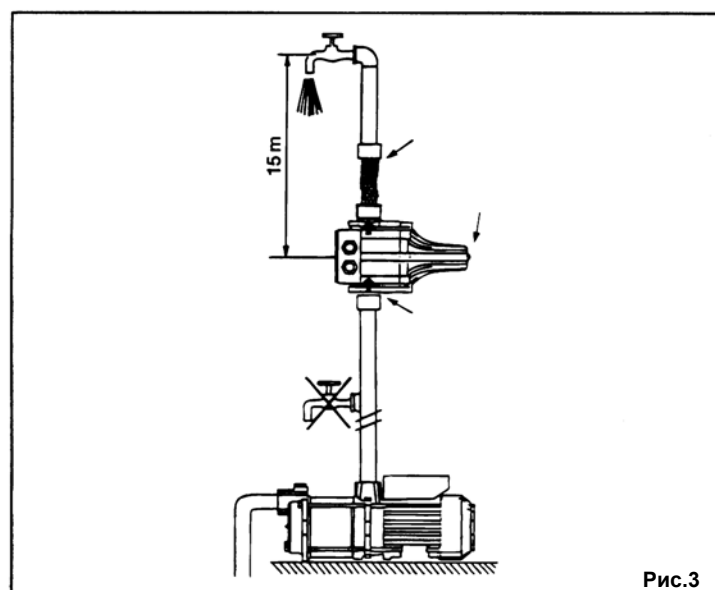

Рис.3
- если водяной столб между насосом и наивысшей точкой отбора составляет более чем 15 м, то прибор необходимо установить таким образом, чтобы это расстояние не превышало 15 м. При этом нельзя устанавливать точку отбора ниже Wilo-FluidControl (рис. 3);